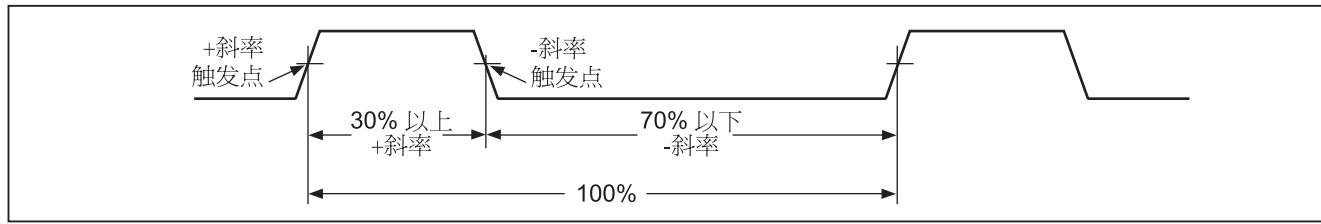

图 9. 占空系数测量的组成
要测量频率，请把产品连接到信号输出位置。然后按下 **Hz %**。按下  键可以在显示屏左侧显示的符号 (+ 和 -) 之间切换，以切换触发斜率（请参阅“占空系数测量”一节中的图 9）。按 **AutoHOLD** 键停止或启动计数器。
占空系数（或负载因数）是在一个周期内信号在触发电平以上或以下的时间百分比（如图 9 所示）。占空系数模式的最佳应用是测量逻辑和开关信号的通断时间。电子燃油喷射系统和交换式电源供应系统等均通过宽度不同的脉冲进行控制，可以用占空系数测量。
2. 再次按 **[Hz %]** 测量信号的占空系数。按 **[■]** 来选择测量信号的正或负脉冲，请参阅图 9